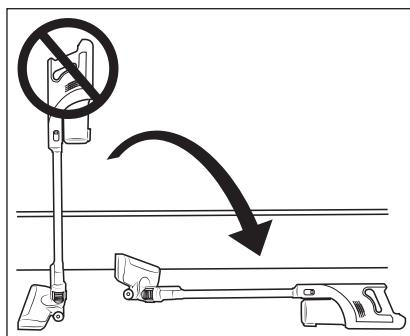

Fig. 9
- Les orifices d'aspiration de l'appareil et de la brosse de sol ④, et le tube d'aspiration ⑤ doivent être dégagés à tout moment et ne doivent pas être obstrués. Les obstructions entraînent une surchauffe et endommagent le moteur.
- Assurez-vous que le filtre EPA ⑥ est toujours correctement placé avant d'utiliser l'appareil.
- Ne placez pas l'aspirateur à la verticale si vous souhaitez le poser entre-temps ou ne plus l'avoir en main. Placez pour cela l'aspirateur dans le support mural ⑬ ou posez-le sur le sol (voir fig. 9 et 10). L'aspirateur risque sinon de basculer à cause de son centre de gravité haut et d'être endommagé et, dans certaines circonstances, d'endommager d'autres objets en se renversant.